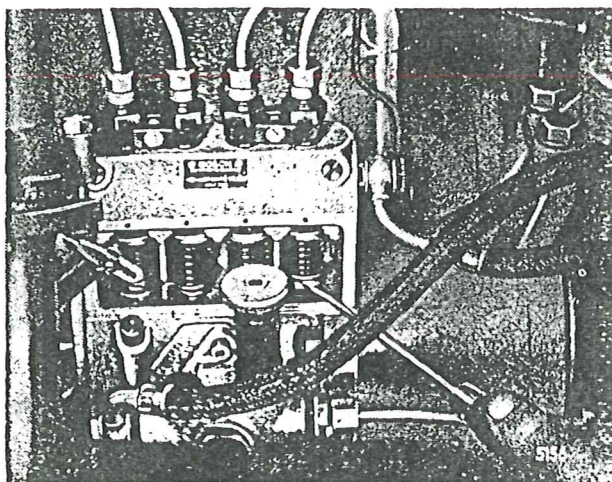

Fig. 22. Utluftning av tryckoljerör.
4. Stick in en skruvmejsel under pumpkolven och pumpa tills bränsle fritt från luftblåsor kommer fram ur tryckrörsförskruvningen på insprutaren, se fig. 22. Drag fast förskruvningen.